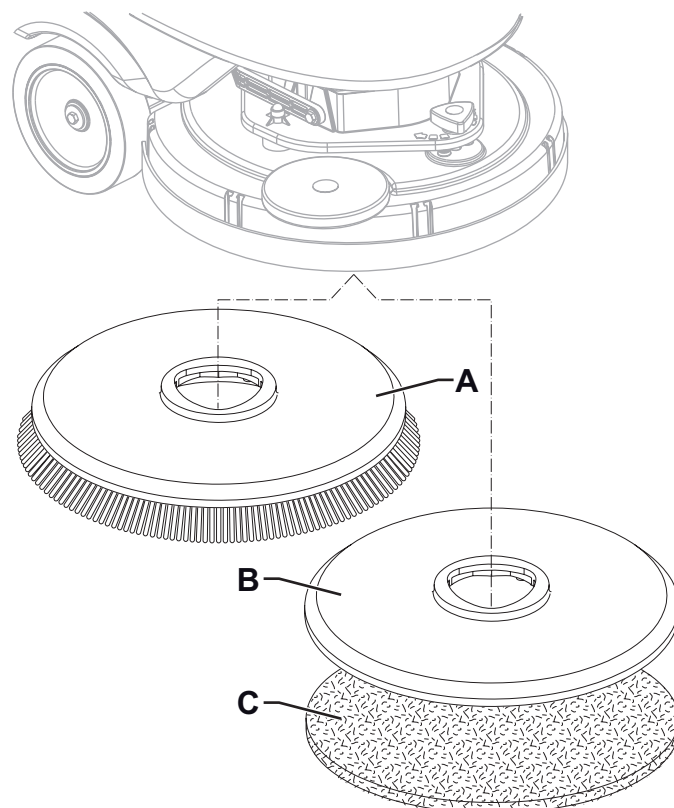

Abbildung 2
An das Gerät können sowohl die Bürste (A, Abb. 2) als auch der Padhalter (B) mit Pad (C) montiert werden, je nach auszuführender Bodenbehandlung.
1. Die Bürste (A) oder den Padhalter (B) unter den Bürstenkopf (26) positionieren.
2. Den Bedienschlüssel (51) im Schlüssel-Lesegerät (41) einführen, dann die Taste (42) drücken, um die Maschine einzuschalten.
3. Die niedrigste Vorschubgeschwindigkeit durch Drücken der Schildkröten-Taste (45) einstellen.
4. Die One-Touch-Taste (43) drücken, um den Kopf auf die Bürste abzusenken.
5. Zum Ankuppeln der Bürste den Steuerknüppel (2) drücken, dann loslassen. Falls erforderlich wiederholen, bis die Bürste angekuppelt ist.